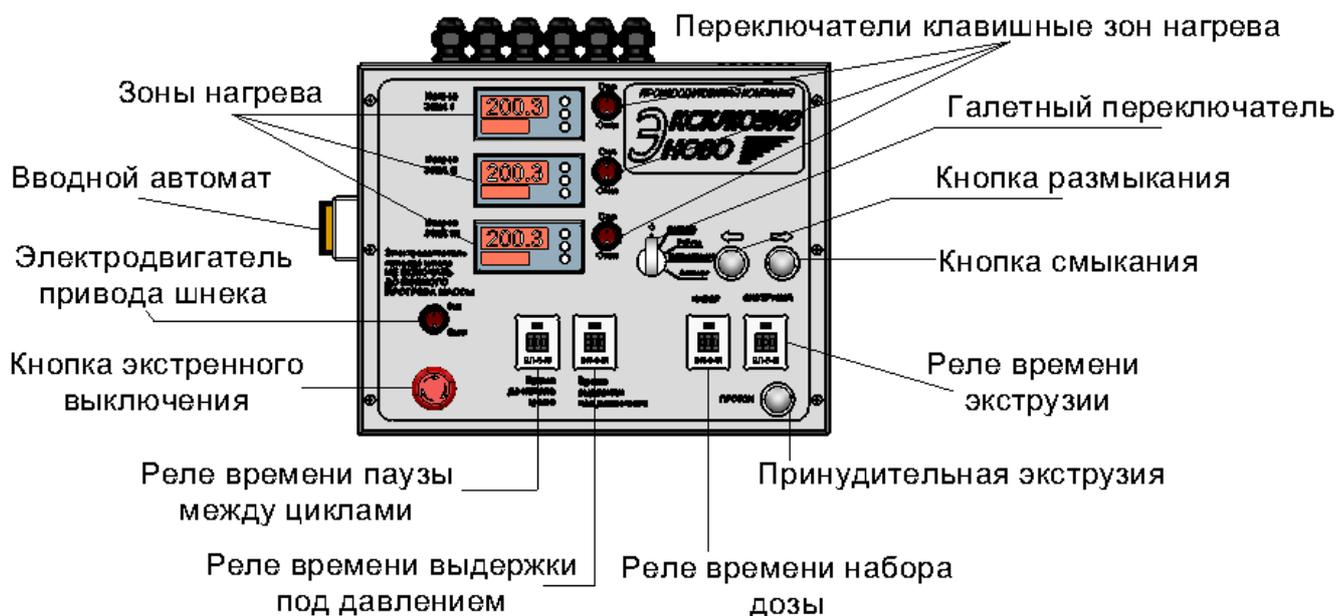

Рис. 7.0 – Наименование приборов и кнопок шкафа управления
Получение нужного количества расплавленной массы материала достигается путем проведения пробных впрысков в нулевом или наладочном режимах см. п. 7.0. Впрыск осуществляется нажатием и удержанием кнопки смыкания (рис. 7.0).
После того как две части формы сомкнулись и осуществился впрыск, подождите 10-15 секунд до частичного охлаждения изделия, затем раскройте пресс-форму нажав и удерживая кнопку размыкания (рис. 7.0) до автоматической остановки подвижной плиты станка.
В полуавтоматическом режиме после кратковременного нажатия кнопки смыкание (рис. 7.0) осуществляется один полный цикл отливки. Перед началом работ в данном режиме, рекомендуется выставить выдержку под охлаждением на реле времени выдержки под охлаждением (давлением) (рис. 7.0). Время выдержки зависит от материала и объёма будущего изделия.
В автоматическом режиме станок совершает работу с бесконечно повторяющимися циклами. Возникает необходимость регулировать временной интервал между циклами. Данная регулировка производится на реле времени паузы между циклами (рис. 7.0).
1. При первоначальном запуске станка необходимо проверить надежность зажимов проводов и заземления, так же качество монтажа оборудования внешним осмотром. Термопластавтомат подключить к цеховой цепи. Включением **вводного автомата**, расположенного на левой панели шкафа управления (рис. 7.0), подается напряжение в силовые цепи и цепи управления.
2. Проверить правильность направления вращения **винта** (рис.3.0). При нажатии **кнопки «смыкание»** (рис. 7.0) **плита крепления пресс-форм (левая) (рис. 2.1)** должна двигаться в сторону **плиты крепления пресс-форм (правой) (рис. 2.1)**.
5. После включения всех зон нагрева (рис. 7.0), кнопками, находящимися на приборах контроля температуры, задайте нужную температуру плавления. Не предпринимайте никаких действий до того пока термопластавтомат не нагреется до заданной вами температуры. **Внимание! Перед началом работы важно прогреть материальный цилиндр и узел пластикации до температуры плавления перерабатываемого материала.**
10. Нажатием кнопки «смыкание» (рис. 7.0) произведите смыкание пресс-формы и впрыск массы. После срабатывания конечных выключателей движение подвижных частей станка прекратится.
12. Нажатием кнопки «размыкание» (рис. 7.0) откройте пресс-форму, проверьте качество изделия. При необходимости, положение регуляторов концевиков, и/или время выдержки под давлением (рис. 7.0).